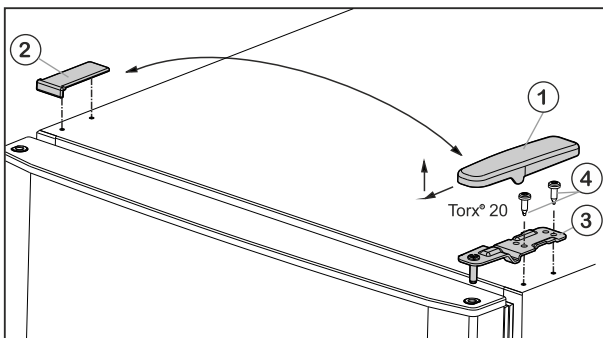

Fig. 5
- ▶ Відведіть кришку Fig. 5 (1) вперед і вгору.
- ▶ Зніміть кришку Fig. 5 (2).
- ▶ Викрутіть верхній опорний кронштейн Fig. 5 (3) (2 шт. Torx® 20) Fig. 5 (4) і відведіть вгору.
- ▶ Вставте середній опорний кронштейн (13) повернувши його на 180°, у нижні дверцята і прикрутіть за допомогою гвинтів кріплення (11) (2 шт. Torx® 20) до нового боку шарніра (з моментом 4 Нм).
- ▶ Знову встановіть пластикову шайбу (10).
- ▶ Встановіть верхні дверцята на середній опорний кронштейн (13).
- ▶ Встановіть верхній опорний кронштейн Fig. 5 (3) в дверцята на новий бік шарніра.
- ▶ Прикрутіть верхній опорний кронштейн (з моментом 4 Нм) гвинтами (2 шт. Torx® 20) Fig. 5 (4). У разі необхідності скористайтеся акумуляторним гвинтокрутом.
- ▶ Встановіть і зафіксуйте кришку Fig. 5 (1) з протилежного боку ззовні.
- ▶ Також встановіть згори і зафіксуйте кришку Fig. 5 (2) з протилежного боку.